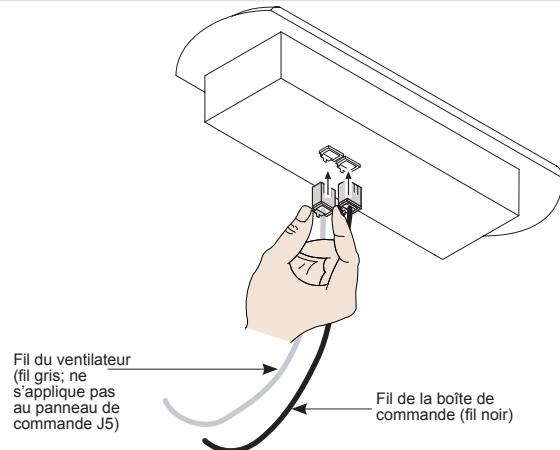

Figure 4 – panneau de commande
**1** Insérez le(s) connecteur(s) de fil à l'arrière du panneau de commande (figure 4). Le panneau de commande ACL J5 ne requiert que l'insertion du fil noir de la boîte de commande.